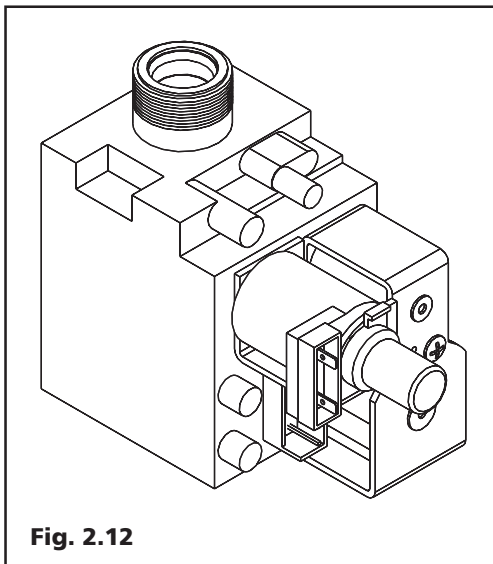

Fig. 2.12
2.9 Valvola del gas (Fig. 2.12)